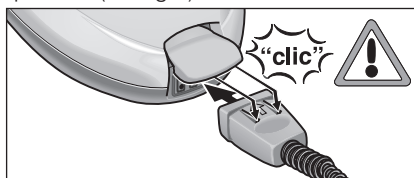

Fig. 1: Colocar o bloco de ficha
- Coloque firme o bloco de ficha (C7) na tomada da parede (A1). As duas pontas do bloco de ficha devem encaixar na tampa da tomada do aparelho (ver fig.1).